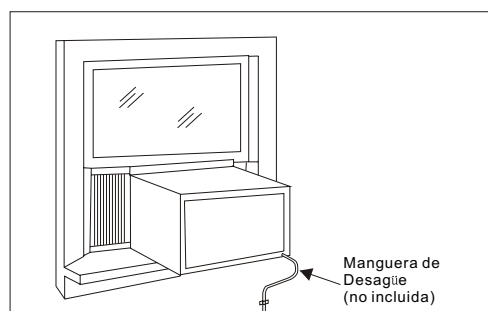

Fig. 14
C. En zonas de mucha humedad, es posible que la descarga de agua haga que la unidad desborde o que el aire acondicionado haga más ruido. Si esto sucede, puede acoplar una manguera de desagüe (no incluida) al tapón de drenaje para que las condensaciones se descarguen bien. Vea la (Fig. 14).